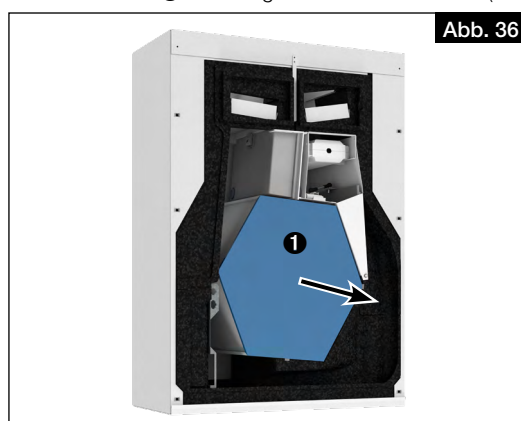

Abb. 36
3. Wärmetauscher ❶ vorsichtig aus dem Gerät ziehen (s. Abb. 36).